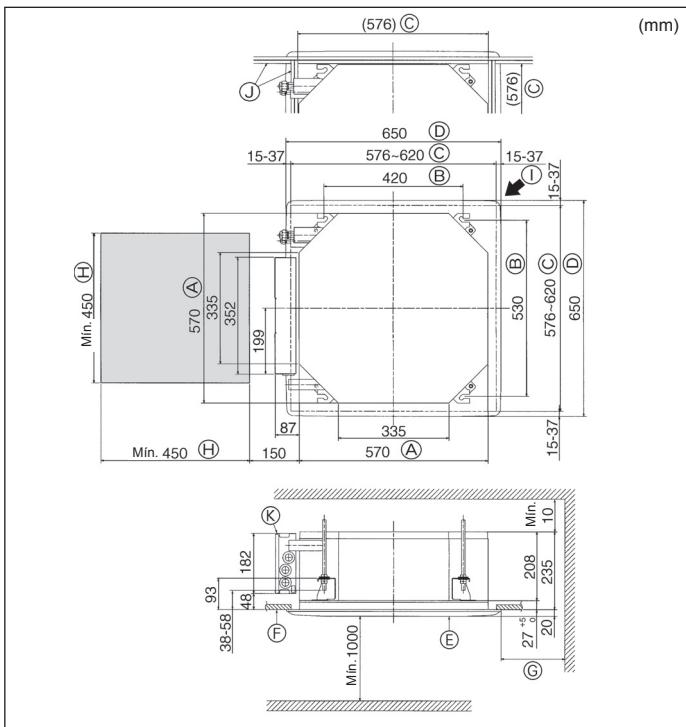

Fig. 4-2
⑥	Grande diâmetro (gás)	1
⑦	Banda (grande)	6
⑧	Banda (pequeno)	2
⑨	Parafuso com arruela (M5 × 25) para montagem da grelha	4
⑩	Bocal de drenagem	1
⑪	Isolamento	1
⑫	Parafuso de fixação para ⑧ 3,5 × 16 mm (Preto) (Para SLZ-KA-VAL(2))	2
⑬	Caixa de instalação do controlo remoto (Para SLZ-KA-VAL(2))	1
⑭	Pilha (AAA) (Para SLZ-KA-VAL(2))	2
⑮	Controlo remoto sem fios (Para SLZ-KA-VAL(2))	1
4.2. Localizações das aberturas no tecto e da instalação dos parafusos de suspensão (Fig. 4-2)